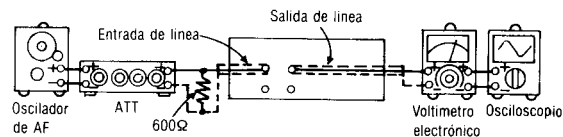

Fig. 8
1. La conexión del equipo de prueba se muestra en la Fig. 8.
6. Si no está dentro de la estandar, ajustar la CINTA ①: RV151 (CH-I) {RV152 (CH-D)} y la CINTA ②: RV201 (CH-I) {RV202 (CH-D)} y repetir el paso (2), (3) y (4) hasta que la salida esté dentro de la estandar.